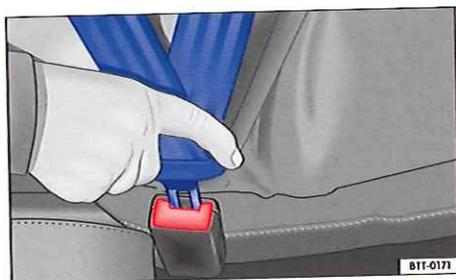

Fig. 67 Insertion du pêne de la ceinture de sécurité dans le boîtier de verrouillage.
- Insérez fermement le pêne dans le boîtier de verrouillage du siège correspondant ⇒ fig. 67.